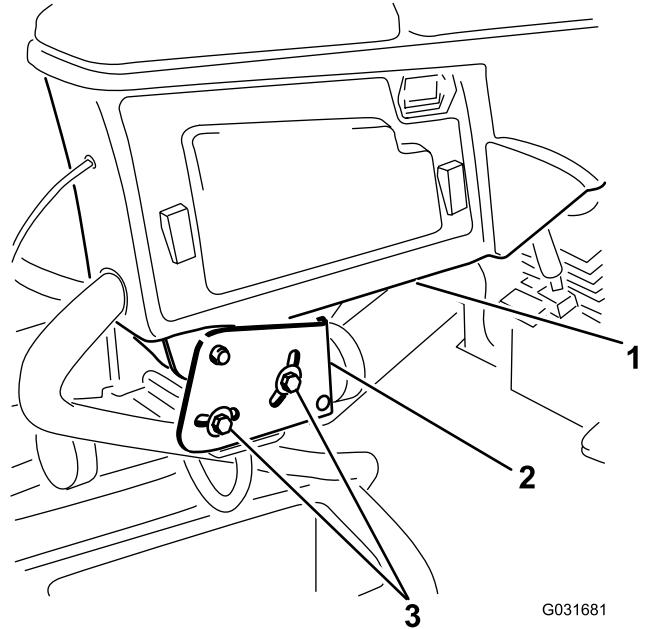

Bild 2
1. Lösen Sie die zwei Schrauben, mit denen der Steuerarm an der Befestigungshalterung befestigt ist (**Bild 2**).